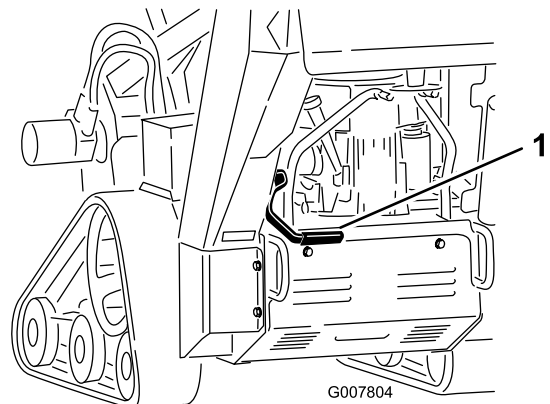

Figure 14
- Pour serrer le frein de stationnement, tirez le levier en arrière et vers le haut (Figure 14).
- Pour desserrer le frein de stationnement, tirez le levier en arrière et vers le bas (Figure 14).